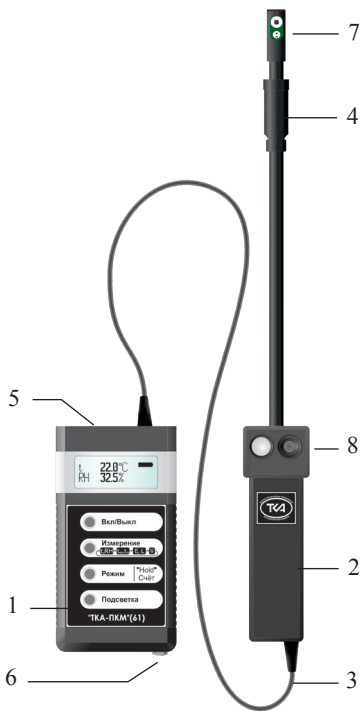

Рис.1 Внешний вид прибора “ТКА-ПКМ”(61)
5.1 Приборы комбинированные выпускаются в компактном портативном исполнении. Конструктивно прибор состоит из двух функциональных блоков: измерительной головки (ИГ) и блока обработки информации (БОИ), связанных между собой гибким многожильным кабелем (Рис. 1).
Для связи с ПК в приборе установлен разъём USB (опционально RS232) (5, на Рис.1).
6.2.1.1 Включите прибор. Перед началом работы убедитесь в работоспособности элемента питания (аккумулятора). Если после включения прибора на дисплее появится надпись “РАЗРЯД БАТАРЕИ!”, нужно зарядить аккумулятор, для чего следует подключить к прибору через разъём на корпусе (6, Рис.1) зарядное устройство и вставить его в сеть. Прибор необходимо выключить. Время заряда ~ 16 часов. Превышение времени заряда (до нескольких суток) не приводит к ухудшению работоспособности аккумулятора.